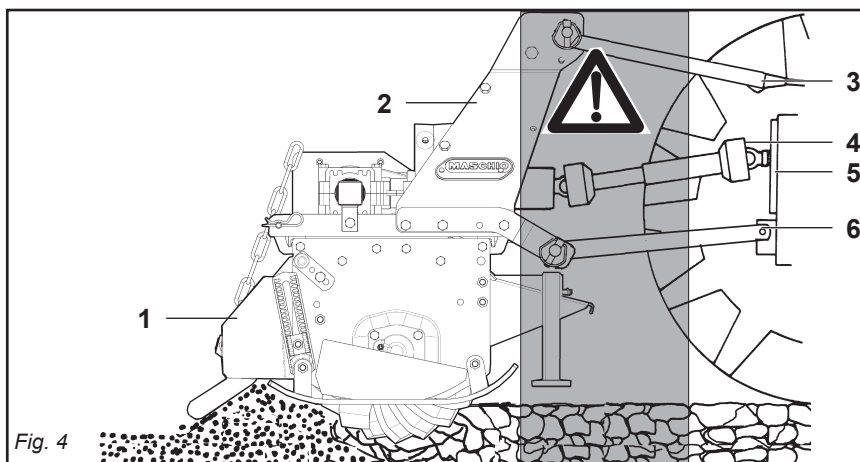

Fig. 4
- 25) *It is absolutely forbidden to stand between the tractor and the machine (Fig. 4) when the engine is running and the cardan shaft is engaged without having first engaged the hand brake. Keep a safe distance from the shredder at work to avoid being hit by possible flying stones, etc.*
- 25) Il est absolument interdit de se mettre entre le tracteur et l'appareil (Fig. 4) quand le moteur est en marche et le cardan enclenché, sans avoir tiré le frein de stationnement. Se tenir à une distance de sécurité du machine en fonctionnement, à cause du lancement possible d'objets contondants.
- 25) Es ist absolut verboten, bei laufendem Motor und eingeschalteter Gelenkwelle zwischen den Schlepper und das Gerät zu treten (Abb.4). Dazu muß die Feststellbremse gezogen werden. Achten Sie bei der Arbeit mit der Maschine auf den nötigen Sicherheitsabstand aufgrund der Auswurfgefahr stumpfer Gegenstände.
- 29) È assolutamente vietato interporre fra il trattore e l'attacco della macchina per manovrare il comando dall'esterno per il sollevamento (Fig. 4).
- 29) It is absolutely forbidden to stand between the tractor and the implement when manoeuvring the lift control from the outside (Fig. 4).
- 29) Il est absolument interdit de se mettre entre le tracteur et l'attelage pour manoeuvrer la commande de relevage de l'extérieur (Fig. 4).
- 29) Es ist absolut verboten, zwischen den Schlepper und den Anschluß zu treten, um die Aushebung von außen zu betätigen (Abb. 4).